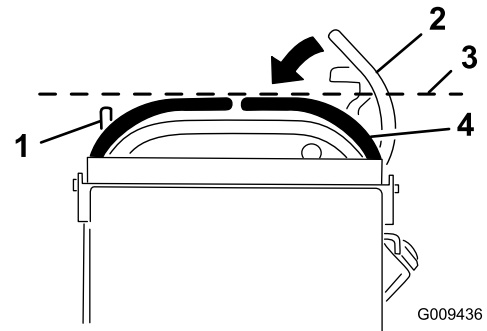

Figura 66
3. Empuje la palanca de control de movimiento derecha hacia abajo, sacándola de la posición de BLOQUEO/PUNTO MUERTO (Figura 66).
4. Compruebe que la palanca de control de movimiento de la derecha quede alineada en sentido horizontal con la palanca de control de movimiento de la izquierda (Figura 66).